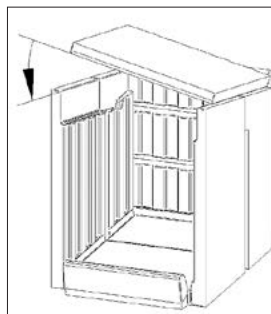

Abb. 5b
Die Umlenplatte (9) ist schräg in den Brennraum und bis oberhalb der Seitenwände einzuführen (s. Abb. 5b). Dann muss die Umlenplatte in dem Freiraum oberhalb der Seitensteine waagrecht gedreht werden und mittig auf die Seitensteine abgelegt werden.